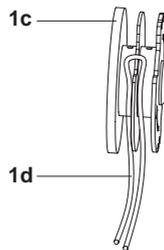

Fig. 58
5. Doble el hilo de recorte (1d) hacia atrás, pase el lazo a través de la ranura de la bobina de recorte (1c) y engánchelo (Fig. 58).